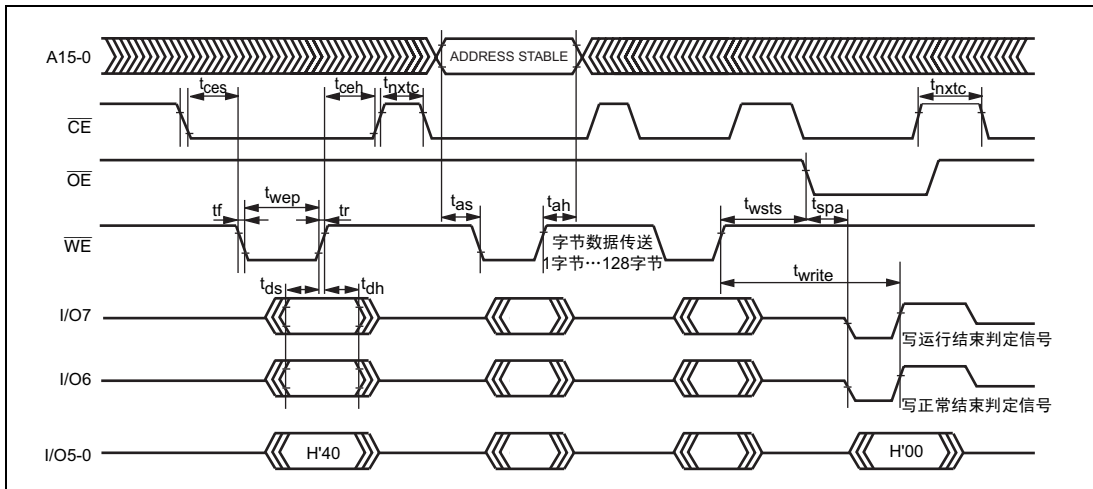

图 6.17 自动编程的时序波形
5. 在第2周期传送存储器地址（图6.17），不能在第3周期以后传送。